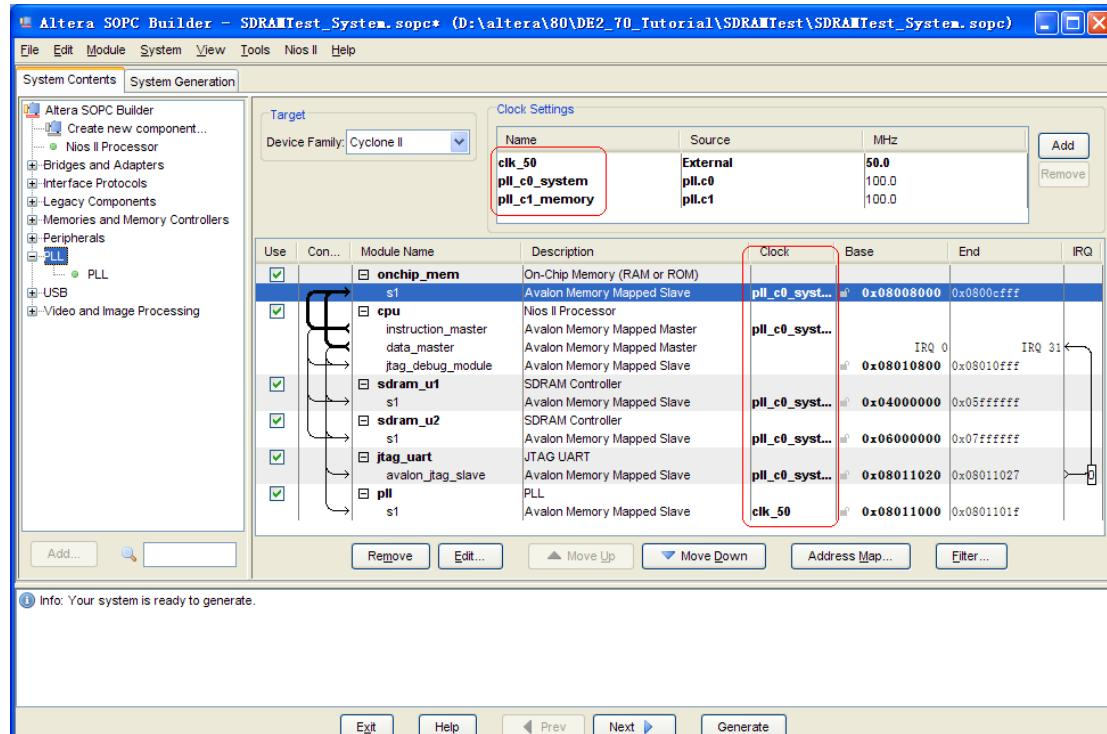

图 10-10 ALTPLL 设置第五页
15. 回到 SOPC 系统视图，在右上方时钟视图中右击对应时钟信号选择 Rename 修改时钟名字，clk 改为 clk\_50，pll.c0 改为 pll.c0\_system，pll.c1 改为 pll.c1\_memory，并将除 pll 外各器件的时钟用下拉框选择系统时钟，如图 10-10。